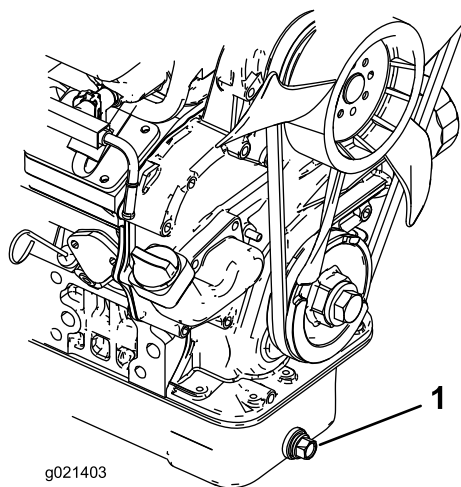

Figura 45
1. Retire el tapón de vaciado (Figura 45) y deje fluir el aceite a un recipiente apropiado. Cuando el aceite deje de fluir, coloque el tapón de vaciado.